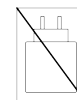

Figura 1
- 2 Collegare l'altra estremità del cavo USB a una porta USB del computer o a un caricatore da muro USB-C da 5 V (non incluso, vedere Figura 1).